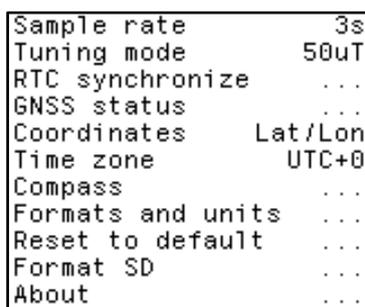
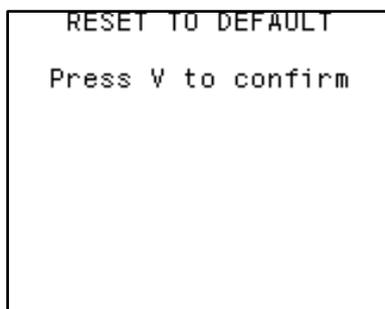
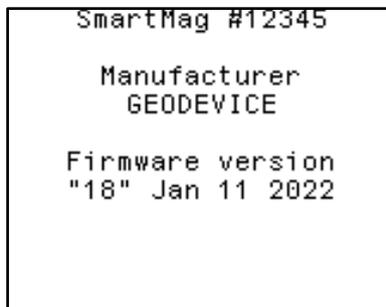

Рисунок 98 Меню настроек
Рисунок 105 Окно сброса настроек магнитометра
Рисунок 108 Окно просмотра данных о приборе
Выход в меню настроек (Рисунок 98) производится нажатием на клавишу . Выход в главное меню из меню настроек производится путём нажатия клавиши .
Для выбора уровня измеряемого поля необходимо в окне настроек (Рисунок 98) клавишами
Для выбора системы координат необходимо в окне настроек (Рисунок 98) клавишами
Для выбора часового пояса необходимо в окне настроек (Рисунок 98) клавишами  или  выбрать «Time Zone» и нажать клавишу .
Для просмотра данных цифрового компаса необходимо в окне настроек (Рисунок 98) клавишами  или  выбрать «Compass» и нажать клавишу , при этом откроется окно (Рисунок 103) с данными цифрового компаса, а именно, горизонтальные (x и y) и вертикальная (z) компоненты магнитного поля, а также значение магнитного азимута (A).
Для просмотра информации о форматах и единицах измерения необходимо в окне настроек (Рисунок 98) клавишами  или  выбрать «Formats and units» и нажать клавишу , при этом откроется окно (Рисунок 104) с данными о используемых форматах и единицах измерения.
Для сброса настроек магнитометра необходимо в окне настроек (Рисунок 98) клавишами  или  выбрать «Reset to default» и нажать клавишу , при этом откроется окно с подтверждением сброса настроек (Рисунок 105). Для подтверждения форматирования необходимо нажать клавишу .
Для просмотра информации о приборе необходимо в окне настроек (Рисунок 98) клавишами ▲ или ▼ выбрать «About» и нажать клавишу , при этом откроется окно (Рисунок 108) с данными о приборе, а именно, серийный номер магнитометра, а также версия, дата прошивки пульта.